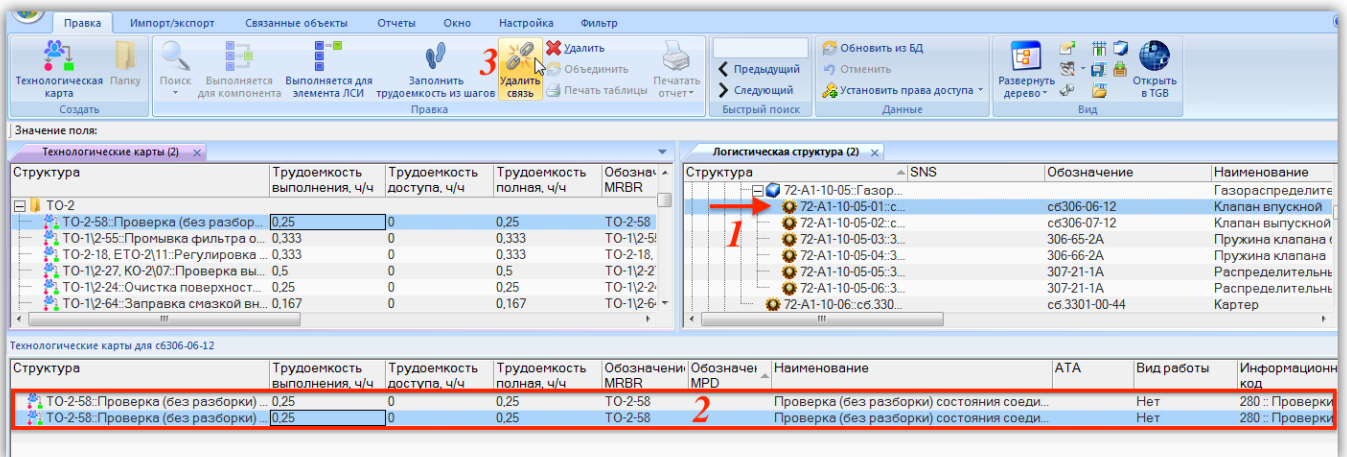

Рис. 17-46 – Связь ТК «ТО-2-58» с компонентом «сб306-06-12» установлена дважды
– Выделить техкарту в связанном окне «Технологические карты» для компонента и нажать кнопку «Удалить связь» панели «Правка». Связь будет удалена для всех мест использования данного компонента. Однако если компонент был связан с ТК несколько раз, то удалена будет только выбранная связь. В примере на рис. 17-46 связь ТК с компонентом «сб306-06-12» установлена дважды (2). Если удалить одну из них, нажав кнопку «Удалить связь» (3), то другая связь сохранится.